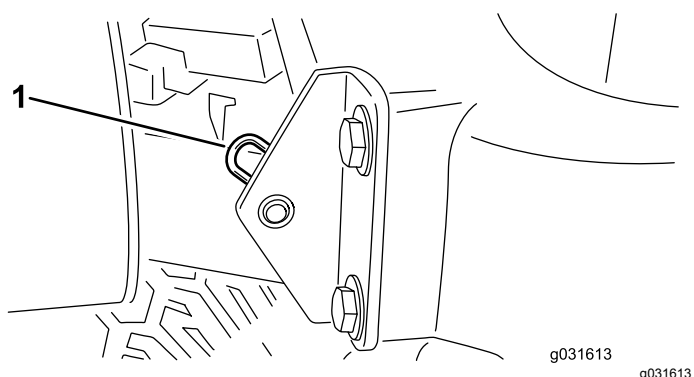

Figura 30
2. Tire o perno de gancho que fixa a articulação do capot aos suportes de montagem (Figura 30).